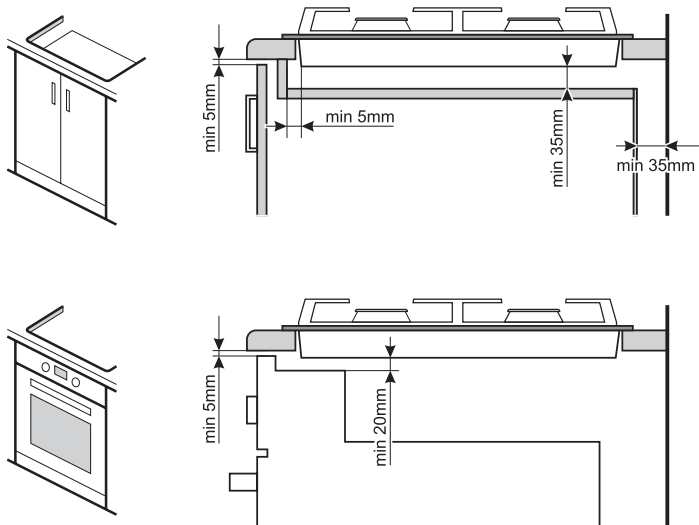

Рис. 7
6. При установке стола необходимо обеспечить минимальные воздушные зазоры согласно рис. 7.